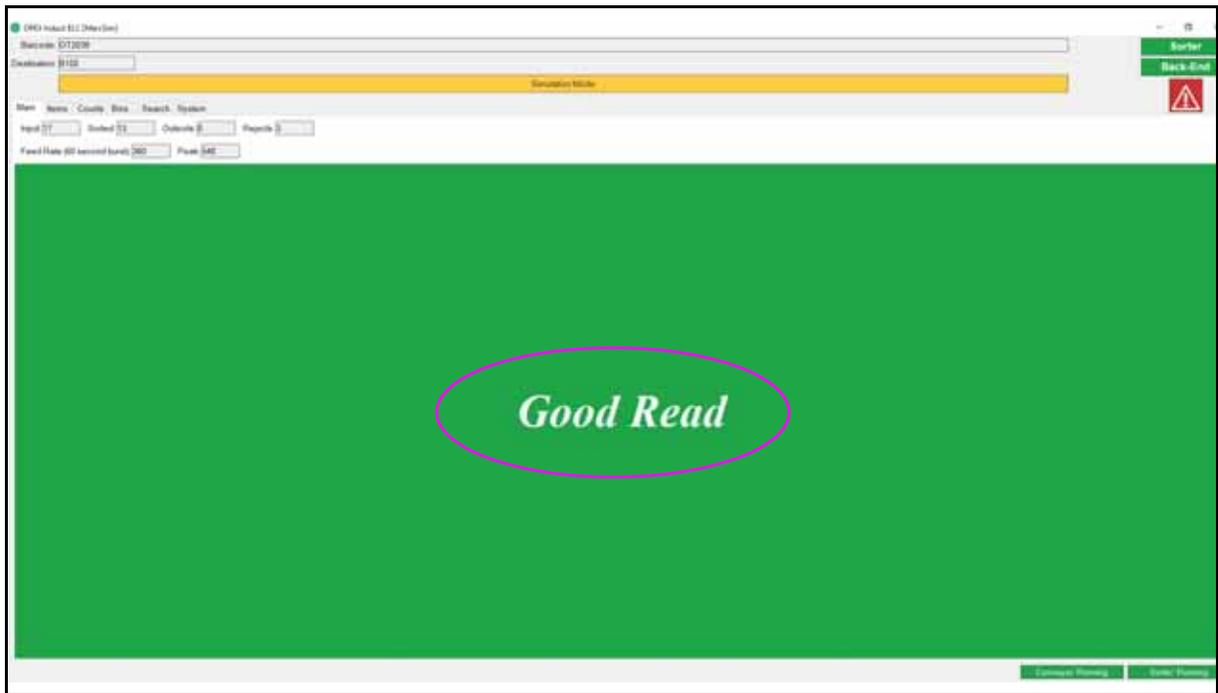

Figure 4-31: OPEX Induct ELC - Buena Lectura
3. Cada artículo se escanea en busca de un código de barras. Si la lectura del código de barras fue exitosa, se mostrará "Good Read" (buena lectura) (ver Figure 4-31/Figura 4-31).